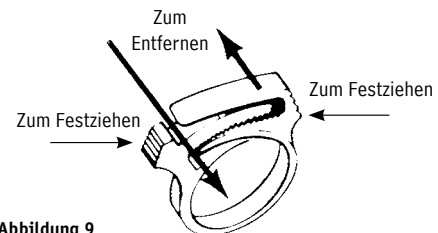

Abbildung 9
1. Nehmen Sie die Nylon-Klemme vom offenen Ende des Atemschlauchs ab (siehe Abb. 9). Entfernen Sie nicht den Schaumstoff im Inneren des Atemschlauchs. Der Schaumstoff trägt zur Geräuschreduzierung der einströmenden Luft bei.